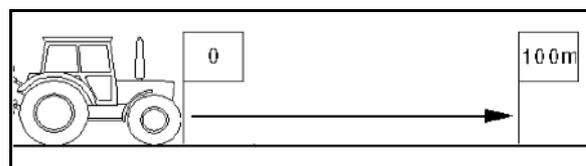

Fig. 30
- No campo, medir um trajeto de medição de exatamente 100 m. Marque o ponto inicial e final do trajeto de medição (Fig. 30).